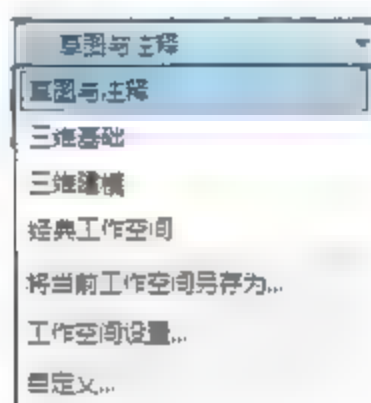

图2-34 下拉列表切换方式
- 快速访问工具栏:单击快速访问工具栏中的【切换工作空间】下拉按钮,在弹出的下拉列表中选择工作空间,如图2-34所示。